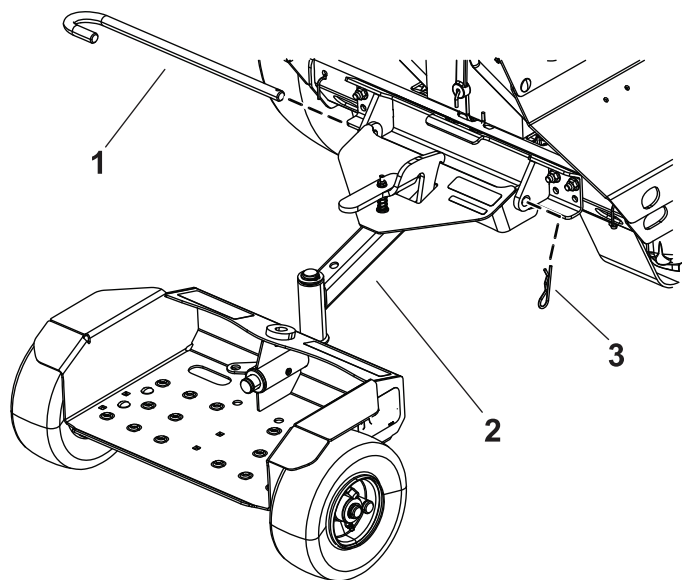

Figura 3
2. Fissate il sulky alla staffa utilizzando il perno girevole e la coppia a forcina (Figura 3).